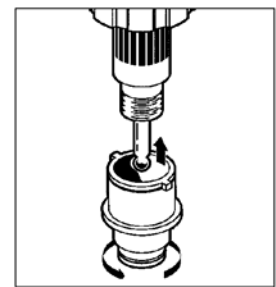

图 5
6. 在传感器上塞入联结圈，然后用手拉紧塑料包裹好的传感器螺纹上的线状嵌入物（图 5）。